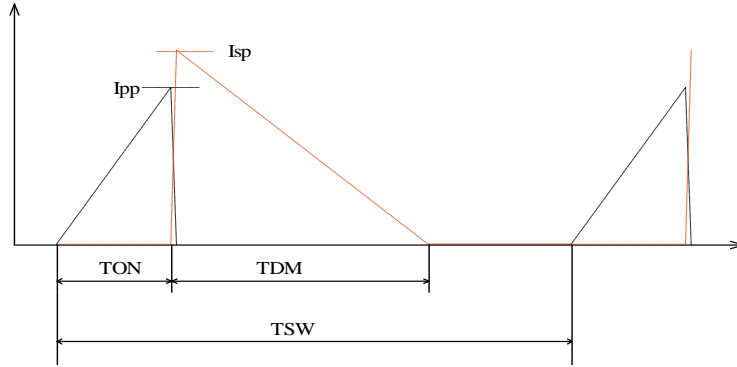

图 4 电流波形工作图
在 CC 模式工作下，CS 引脚的电流信息可以准确地调节次级平均电流。由于系统工作在 DCM 模式，参照下面的图 4，电流峰值 ( $I_{pp}$ )，匝数比 ( $N_p/N_s$ )，次级退磁时间 ( $T_{DM}$ )，和开关周期 ( $T_{sw}$ ) 确定次级平均输出电流。忽略漏电感的影响，平均输出电流由方程 (3) 得到。在 CC 模式下，只要辅助绕组可以保持 VCC 高于 UVLO 关闭阈值，当平均输出电流达到规定的基准电流时，在任何低于目标输出电压下都是工作在频率调制模式 (FM) 下的。